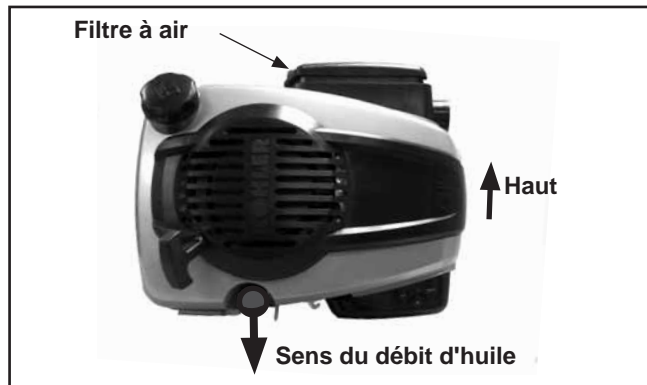

Figure 15. Moteur basculé sur le côté, filtre à air vers le haut.
2. Basculez le moteur sur le côté, le filtre à air vers le haut. Voir la Figure 15. Vidangez l'huile dans un conteneur homologué.